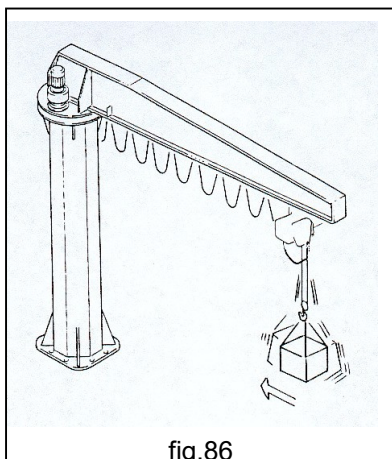

fig.86
- **NUNCA** haga oscilar la carga o el gancho durante la traslación (fig.86).